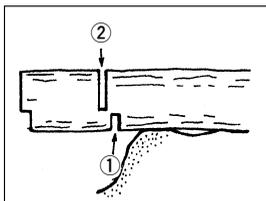

図 15
- (1) 図 15 のように先端の浮いている部分を切る場合は、はじめに下側から3分の1程度切り込み、次に上側から切り落としてください。